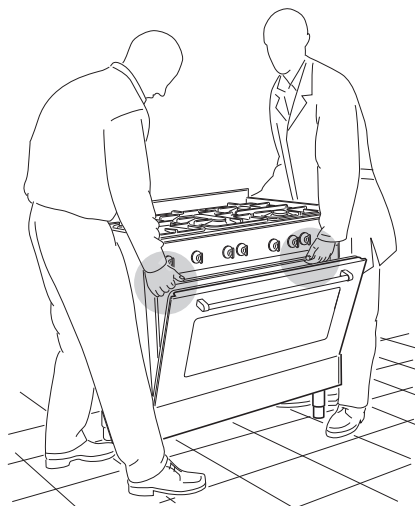

Fig. 1.6
**ATTENZIONE:** La cucina deve essere sempre raddrizzata da due persone per evitare di danneggiare i piedi (fig. 1.6).
**ATTENZIONE:** Quando si sposta la cucina nella sua posizione definitiva, **NON TRASCINARLA** (fig. 1.8), ma sollevare i piedi dal pavimento (fig. 1.6).